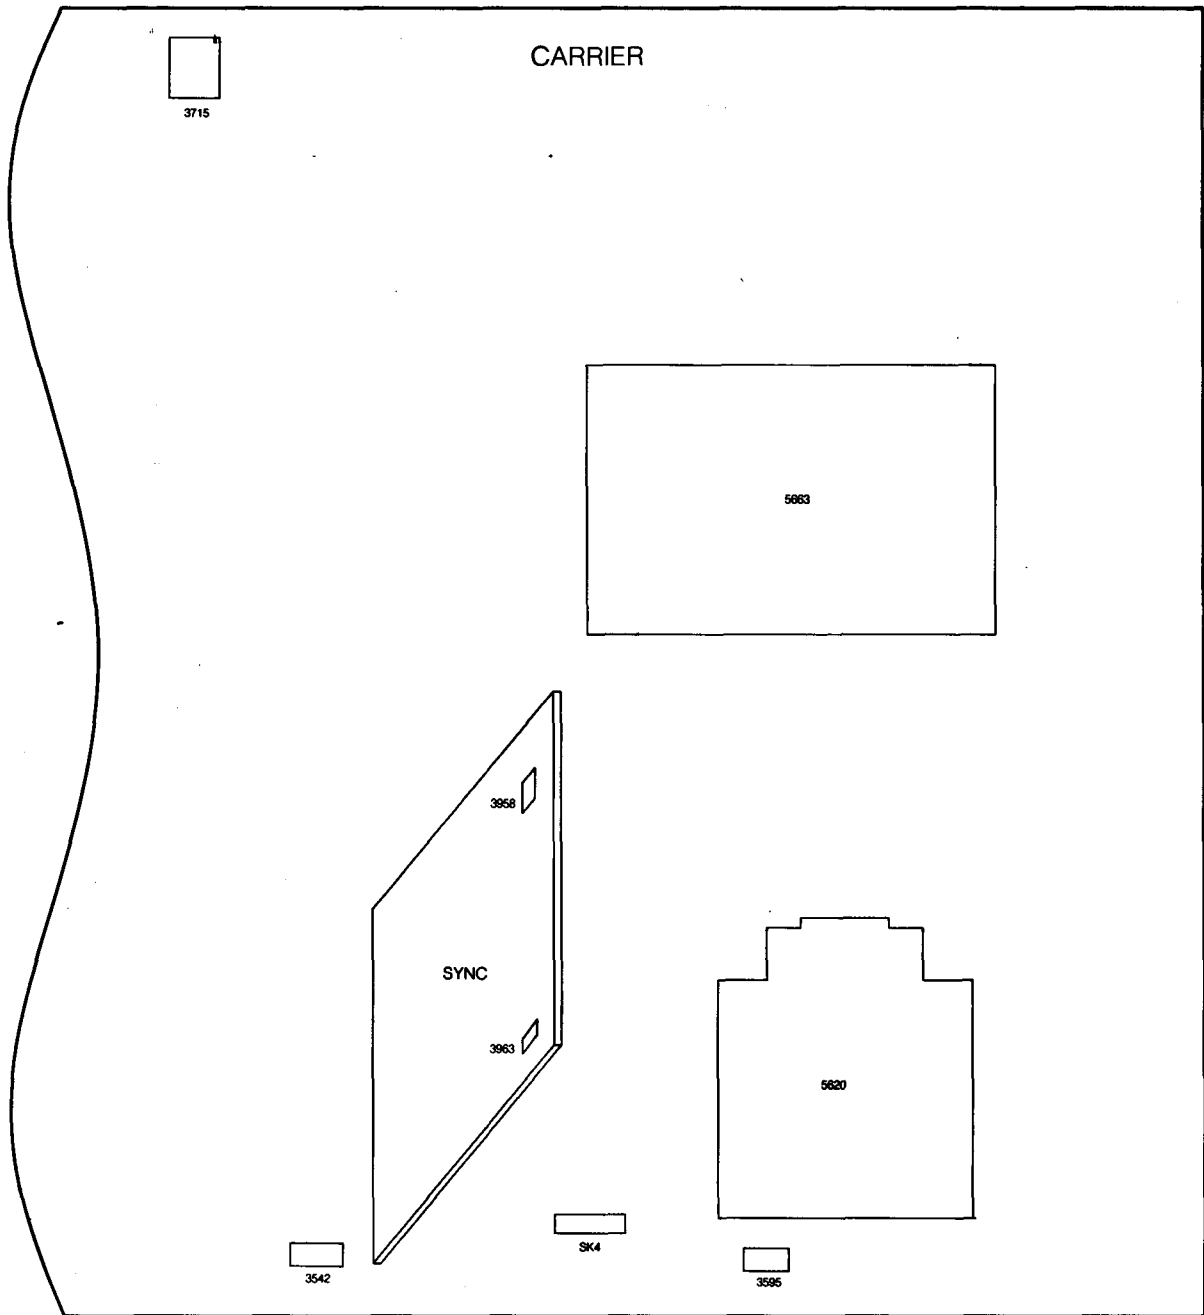

FIG. 4
A. EINSTELLUNGEN AM CHASSIS (BILD 4)
B. EINSTELLUNGEN AM SYNCHRONISATION EINHEIT (BILD 4)